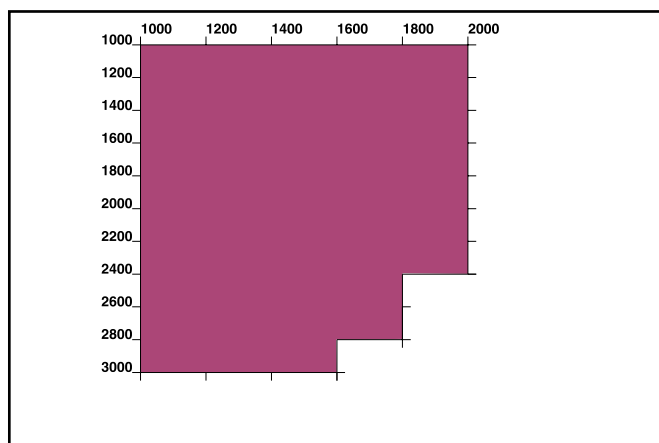

Abb. 7 : Tabelle für Federwellen
- Anwendungsmöglichkeiten: siehe Abb. 7